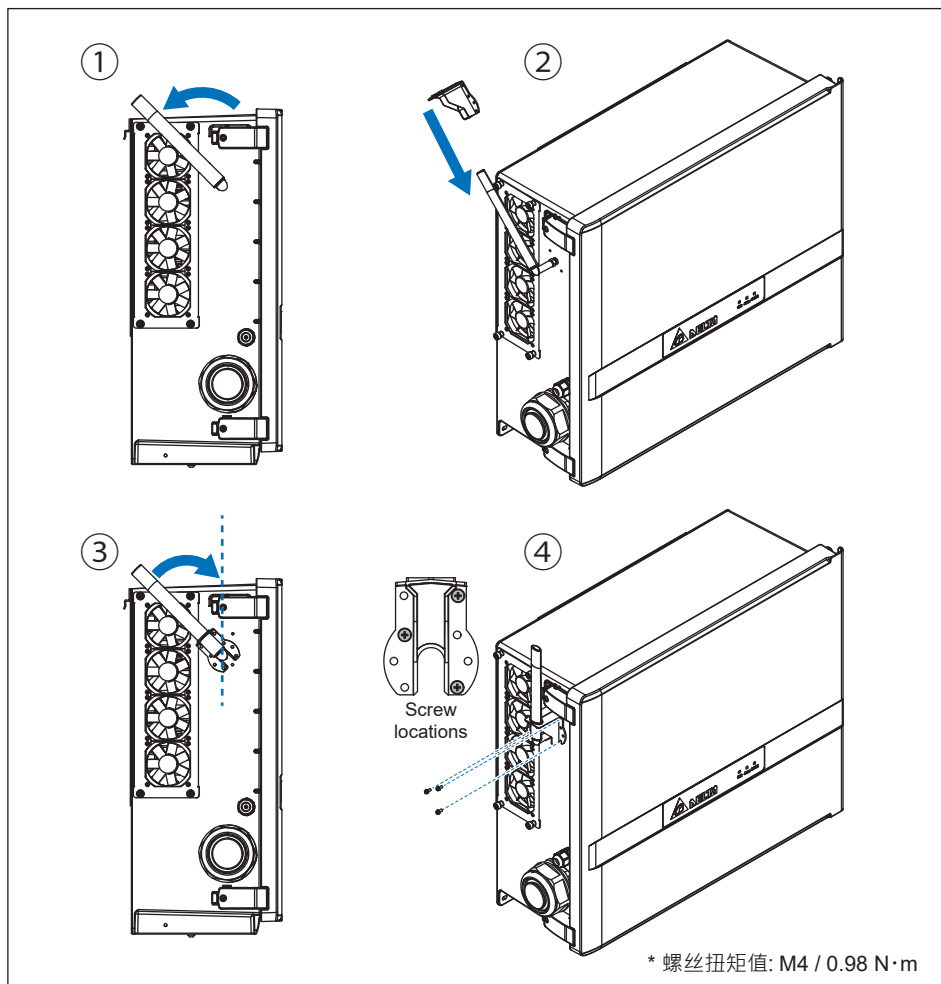

图 3-22 : 安装天线支架
请安装天线支架如图3-22所示。
4. 使用图3-22扭矩值锁紧三颗螺丝。